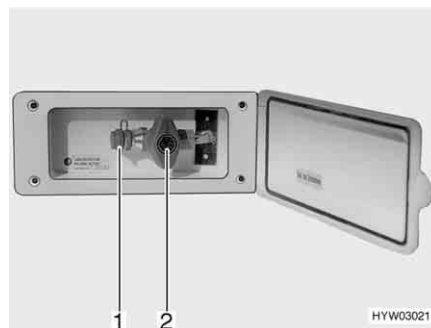

Fig. 109 Raccordement externe de gaz avec robinet d'arrêt de gaz fermé
Le raccordement externe de gaz (Fig. 109) se trouve, selon les modèles, à l'arrière ou sur le côté gauche ou droit du véhicule.
- Raccorder l'appareil à gaz externe sur le raccord (Fig. 109,1).
- Ouvrir le robinet d'arrêt de gaz (Fig. 109,2).